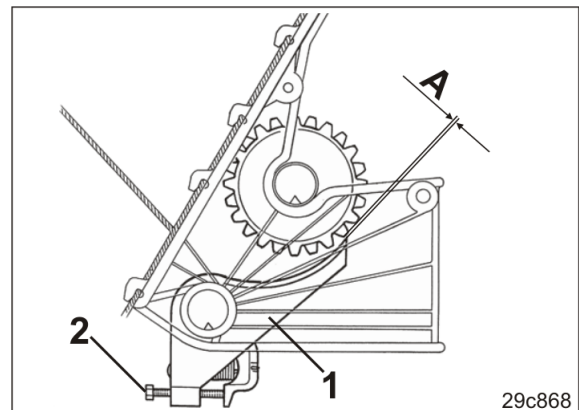

Рис. 235
3. Проверьте клапаны высевных коробок (Рис. 235/1) на легкость хода.
Расстояние «А» (Рис. 235) между клапаном высевной коробки и высевающей катушкой составляет от 0,1 мм до 0,5 мм.
6. При помощи болта (Рис. 235/2) настройте предписанное расстояние.